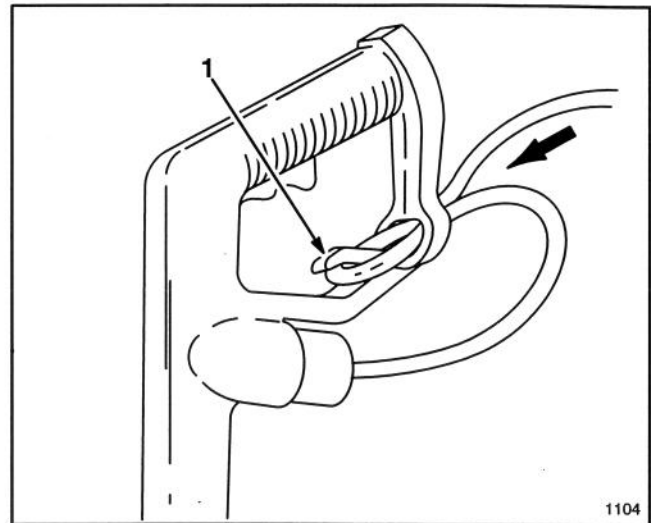

Figura 12
3. Fije el cable de extensión en la traba del cable como se muestra en la Figura 12.